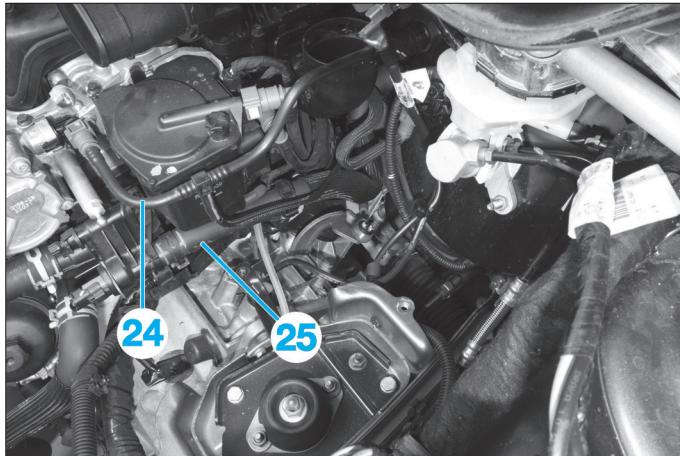

Fig. 94
- le tuyau à dépression (24) (Fig.94),
- la durit (25),